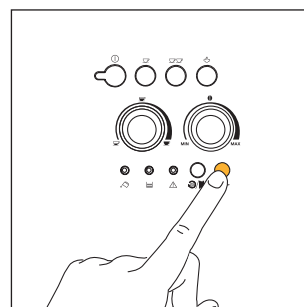

Fig.18
1. Appuyez sur la touche ☞ pour sélectionner la fonction café prémoulu (fig. 18). Le voyant dans le bouton s'allume pour indiquer que la fonction a été sélectionnée et que le fonctionnement du moulin à café est coupé.